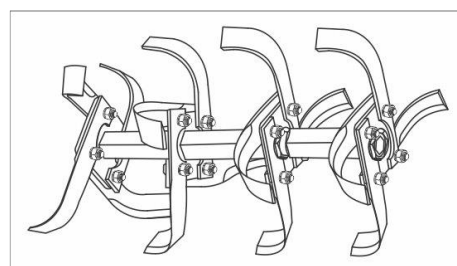

рис. 4.9.
8. Соберите остальные сегменты ротора почвофрезы (см. рис. 4.9.). Сборка левой половины почвофрезы производится аналогично, с учетом направления вращения ротора.